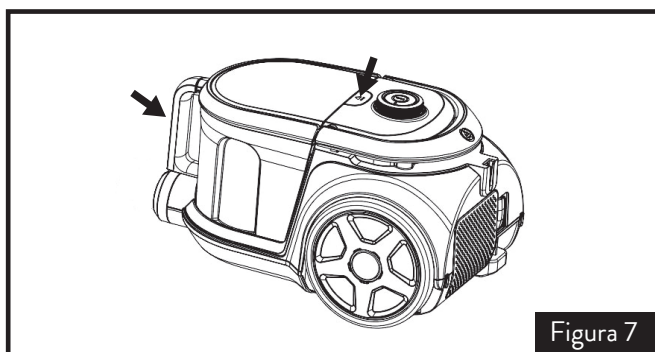

Figura 7
1. Como muestra la figura 7, sostenga el recipiente para la basura por el mango y presione el botón de liberación.